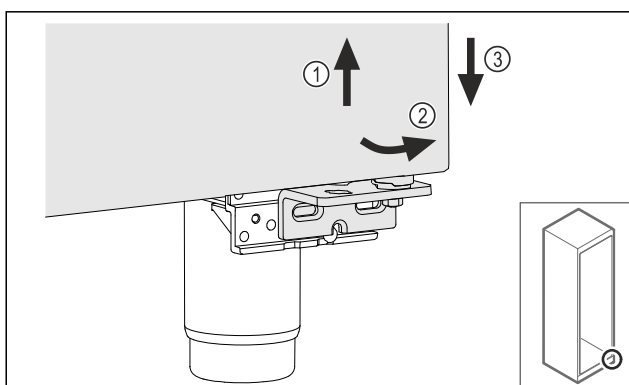

Fig. 23
- ▶ Paceliet mazliet durvis Fig. 23 (1), apakšā sagāziet uz priekšu Fig. 23 (2) un nolaidiet Fig. 23 (3).